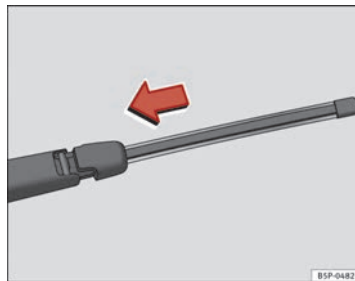

Fig. 143 Colocar a escova do limpa-vidros traseiro
- Posicionar a escova, tal como se indica na ⇒ Fig. 143 e deslizar o adaptador até que encaixe.